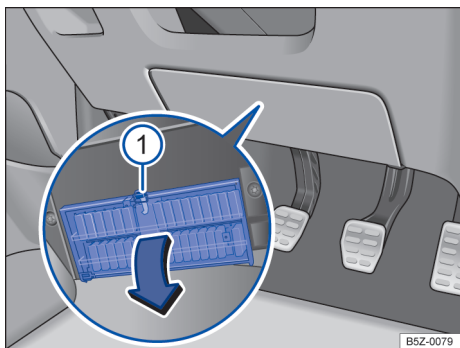

Fig. 128 No lado do condutor embaixo do painel de instrumentos: abrir a cobertura da caixa de fusíveis.
- *Abrir*: pressionar a alavanca de travamento → Fig. 128 ① até que a cobertura se abra.
- *Fechar*: rebater a cobertura no sentido contrário à seta até que ela se trave audivelmente na alavanca de travamento ①.